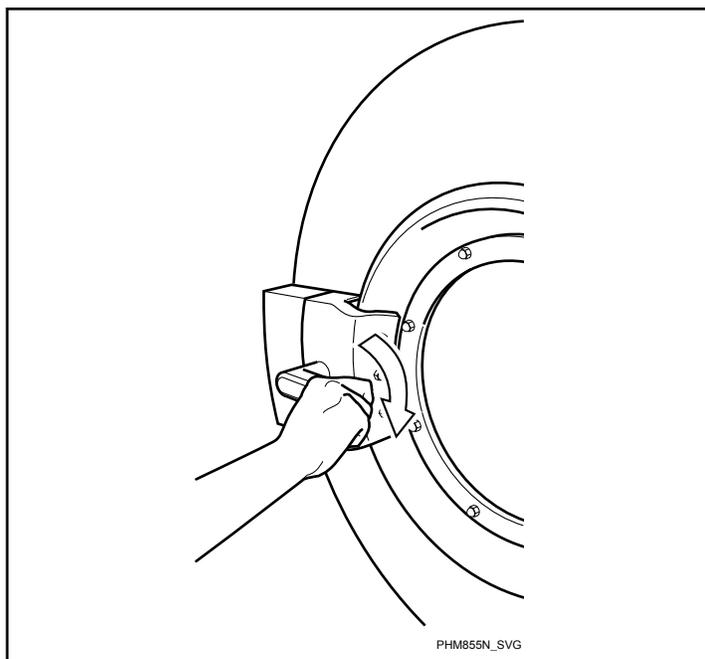

Рис. 45
2. Поверните ручку по часовой стрелке, чтобы открыть люк. См. Рис. 45 .